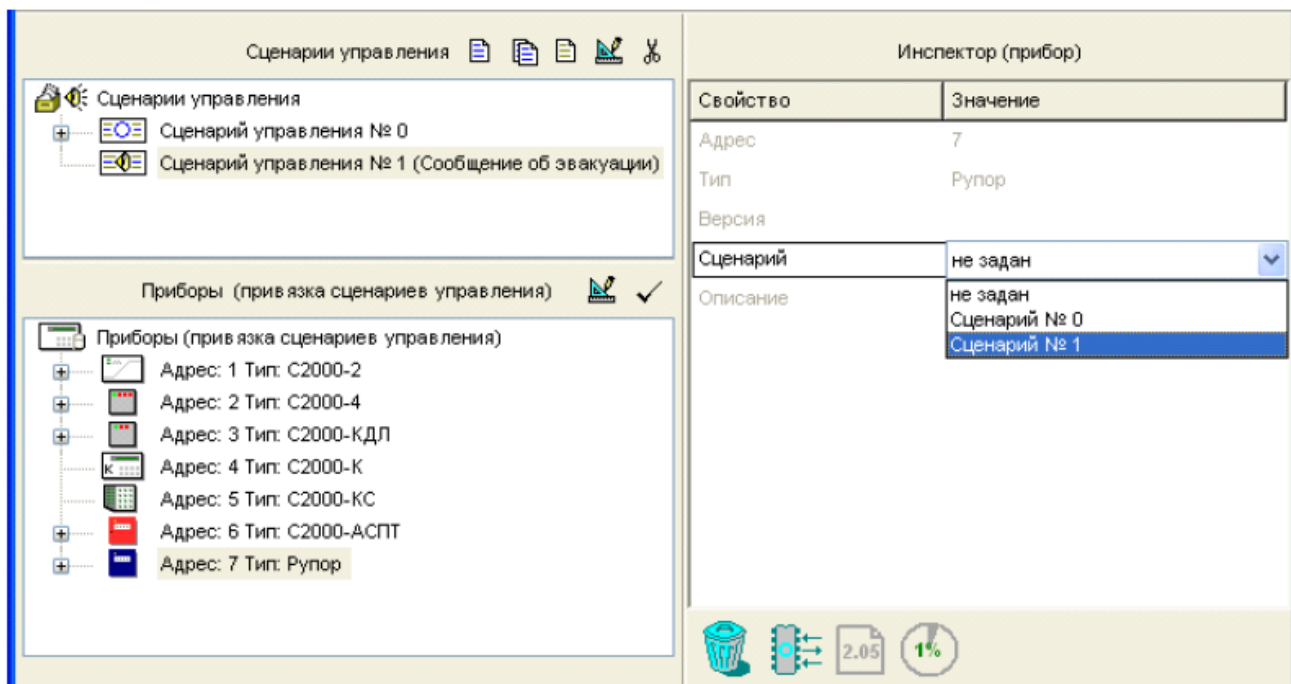

Рисунок 44
- ✓ *Привязать создаваемый сценарий управления к нужному прибору «Рупор» или «Рупор-01». Для этого следует в окне сценариев управления отметить нужный сценарий управления, затем в нижнем окне выбрать нужный прибор и либо нажать кнопку  в палитре окна привязки, либо выбрать нужное значение параметра «Сценарий» в окне «Инспектор» (см. Рисунок 44). К одному прибору «Рупор» можно привязать только один сценарий голосового оповещения, в то время как один и тот же сценарий можно привязать к нескольким приборам «Рупор», которые в этом случае будут управляться синхронно, как одно целое.*